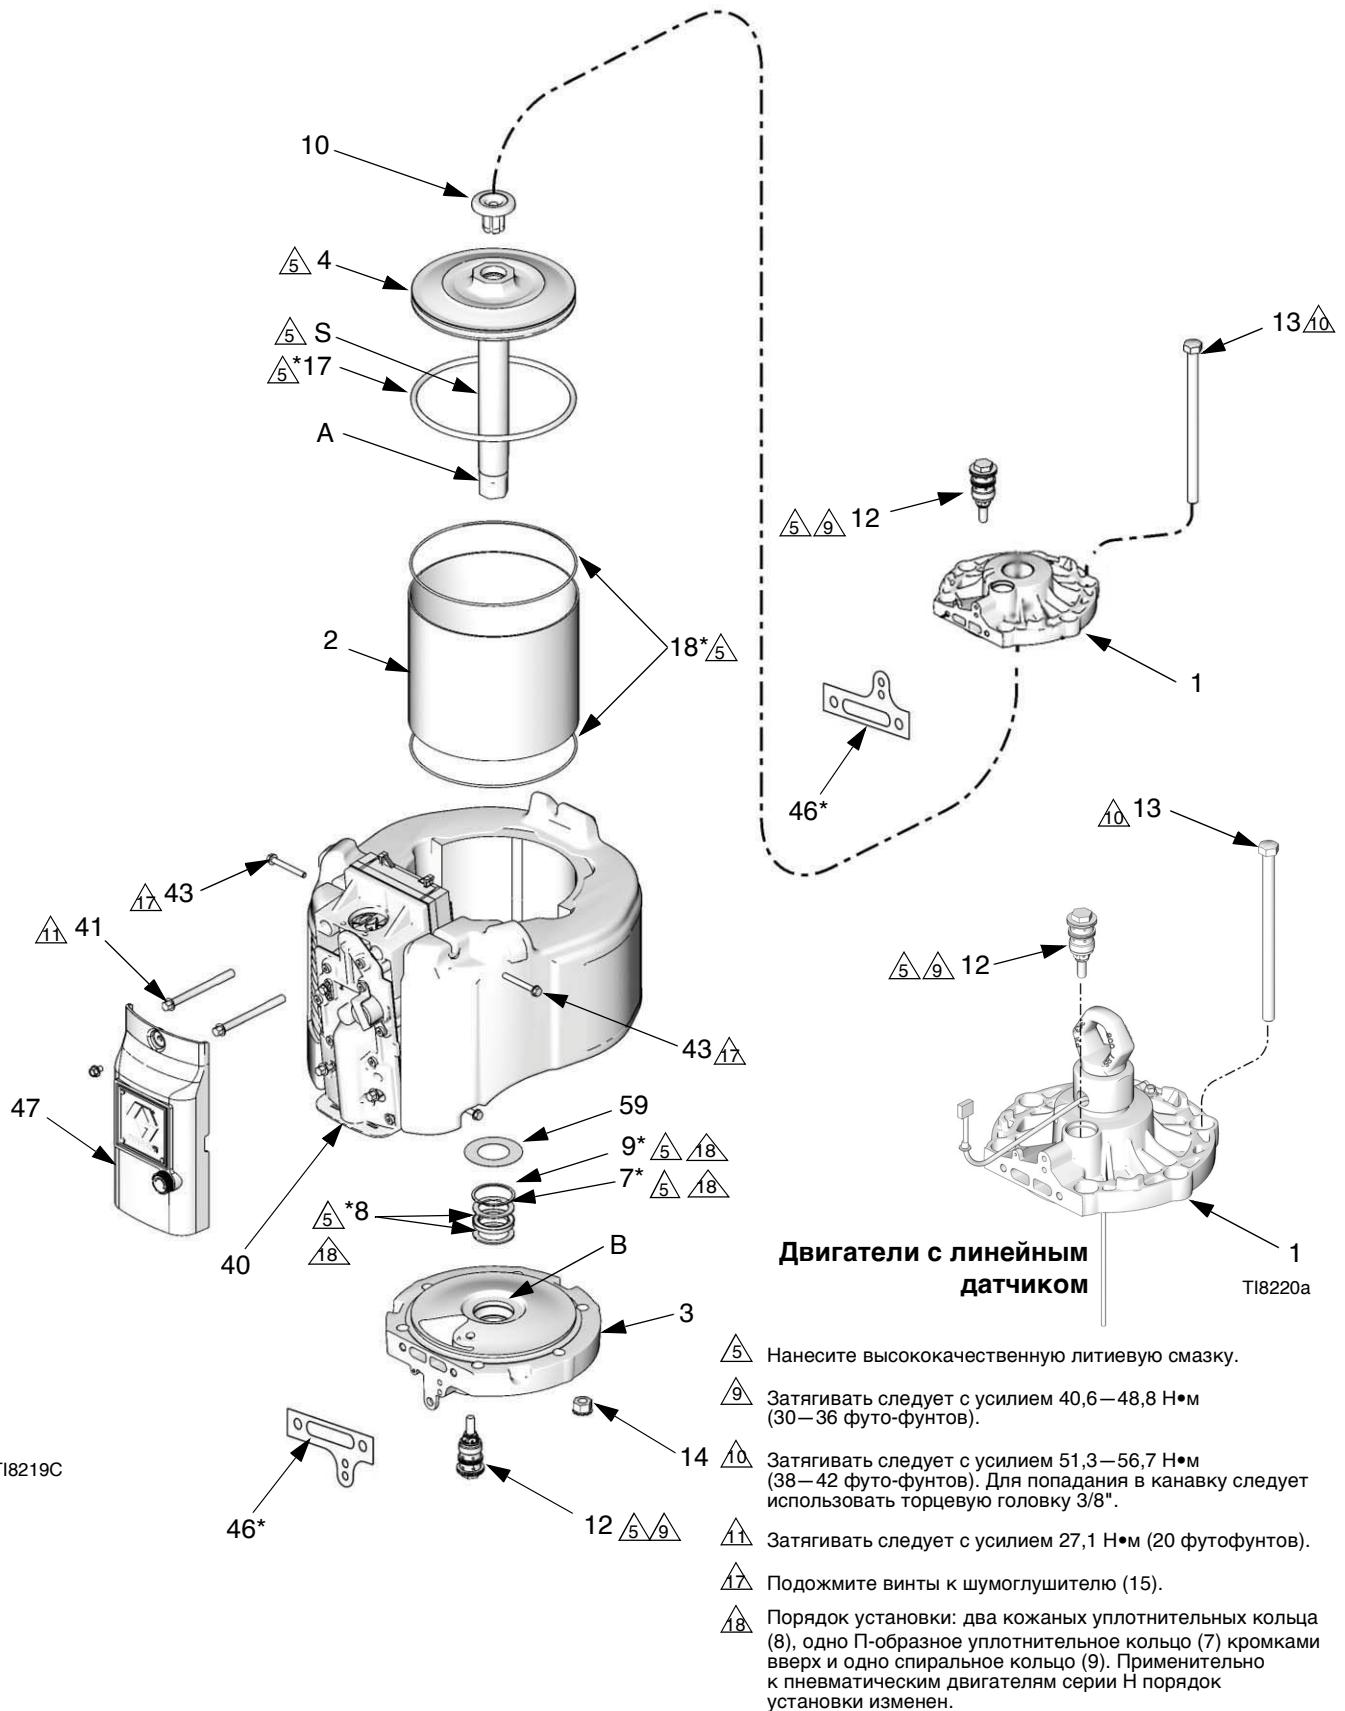

Рис. 12. Ремонт пневматического двигателя
5. Снимите наружную крышку (47) клапана. См. Рис. 12.
6. Раскрутите и извлеките четыре винта (43) и снимите шумоглушитель (15).
7. Раскрутите и извлеките два верхних винта (41) воздушного клапана. Ослабьте, но не извлекайте два нижних винта (41). Наклоните воздушный клапан (40) для облегчения разборки.
8. Извлеките стяжные болты (13). С помощью резинового молотка постучите по нижней стороне верхней заглушки (1) для отделения заглушки. Снимите верхнюю заглушку с двигателя.
9. Отсоедините пневматический двигатель от основания (см. отдельную инструкцию по эксплуатации используемого вами насоса). Не снимайте переходник (A) поршневого вала с этого вала (S).
10. Вытолкните узел поршня (4) из верхней части цилиндра (2).
11. Осмотрите уплотнительное кольцо поршня (17). Осмотрите поршень (4) и поршневой вал (S) на предмет зазубрин или повреждений. Узел сменного поршня (4) состоит из поршня, вала (S), переходника (A) и амортизатора (10).
12. Снимите цилиндр (2). Осмотрите внутреннюю поверхность цилиндра на предмет зазубрин или других повреждений. Замените цилиндр, если он поврежден.
13. Извлеките амортизатор (59), фиксирующее кольцо (9), вспомогательные прокладки (8) и V-образное уплотнение (7) из нижней крышки (3). Осмотрите эти детали на предмет износа или повреждений. Осмотрите подшипник (B), не снимая его. Небольшое количество зазубрин на поверхности подшипника является приемлемым. Если подшипник поврежден, замените нижнюю крышку (3).
- См. Рис. 12. Установите две вспомогательные прокладки (8*). Затем установите V-образное уплотнение (7*) кромками вверх. Затем установите фиксирующее кольцо (9*) в нижнюю крышку (3). Нанесите на уплотнения смазку. Установите на место амортизатор (59).